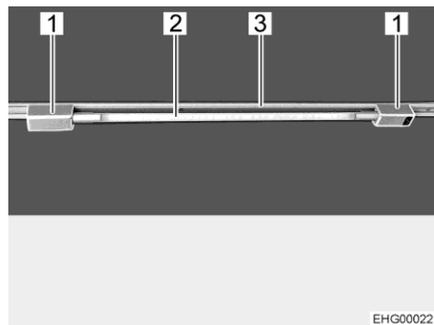

Fig. 44 Tubo fluorescente
- Insertar ambos sujetadores (Fig. 44,1) en el riel (Fig. 44,3). Para ello, girar el sujetador 90°.
- Enchufar el cuerpo de la lámpara (Fig. 44,2) en uno de los sujetadores.
- Rotar el cuerpo de la lámpara (Fig. 44,2) hasta que se haya obtenido el efecto de iluminación deseado.